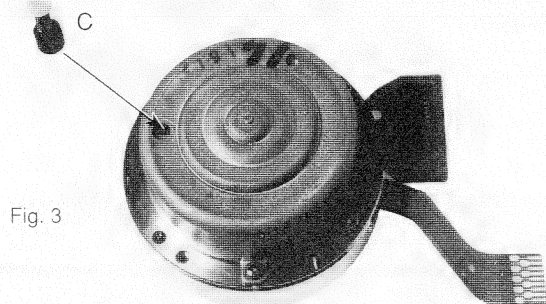

Fig. 3
- Den Referenzstift C (jeder Servicekopfscheibe beige) durch das größere Loch im Scannermotordeckel einschieben und im Langloch des Rotors einschnappen (Fig. 3).